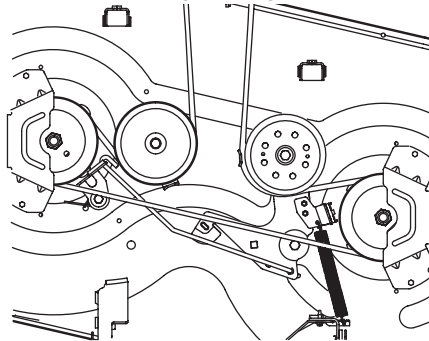
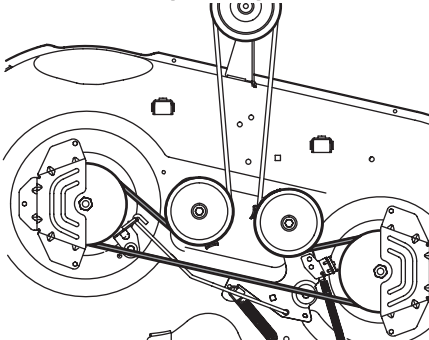
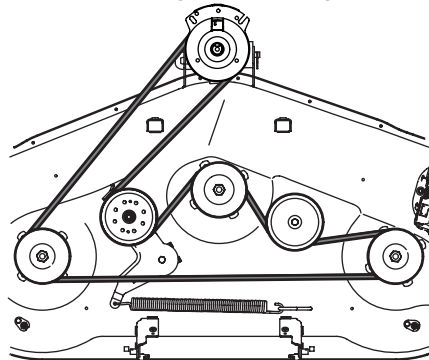

Figure 4-17
Figure 4-18
Figure 4-19
4. Installez les courroies neuves comme sur les Figure 4-17 pour les plateaux de 42 po, Figure 4-18 pour les plateaux de 46 po et la Figure 4-19 pour les plateaux de 50 po et 54 po.